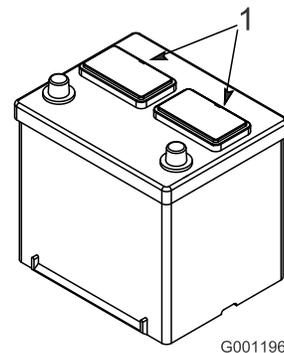

Рисунок 9
2. Очистите поверхность аккумуляторной батареи и снимите вентиляционные пробки (Рисунок 9).